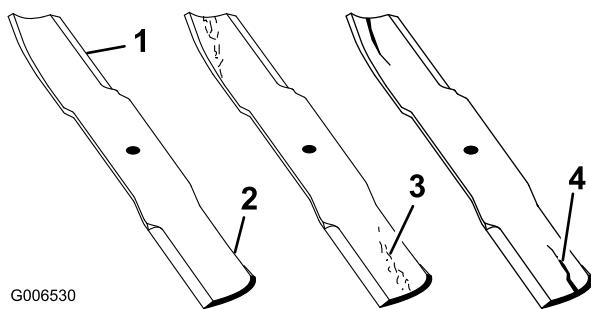

Figura 55
1. Inspeccione los filos de corte (Figura 55). Si los bordes no están afilados o tienen muescas, retire las cuchillas y afílelas. Consulte Afilado de las cuchillas.
2. Inspeccione las cuchillas, especialmente la parte curva (Figura 55). Si observa fisuras, desgaste o la formación de una ranura en esta zona (elemento 3 en la Figura 55), instale de inmediato una cuchilla nueva.